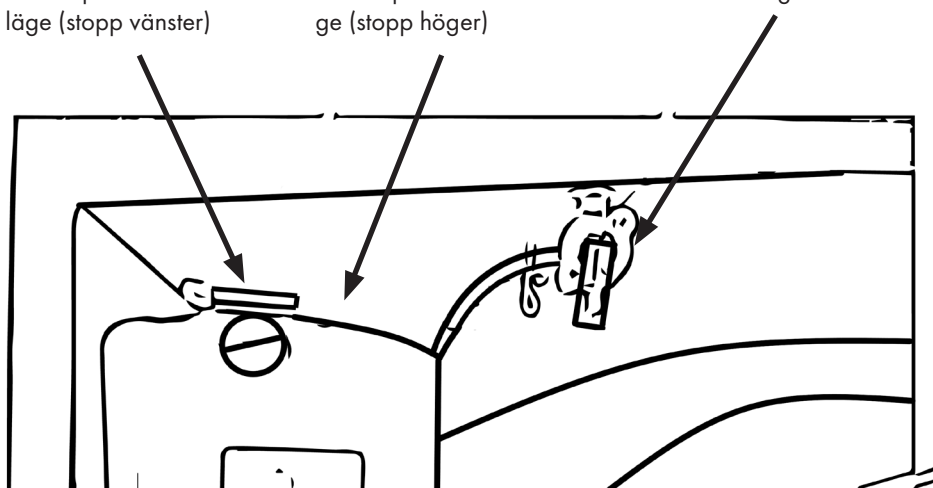

Bild 12
- Öppna bränslekranen. Se även bild 12. (Handtaget på kranen pekar nedåt)